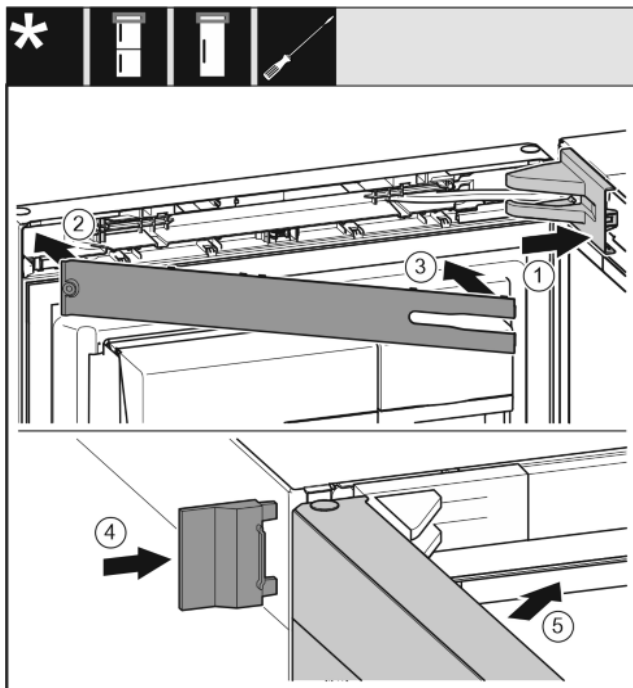

Fig. 40
- ▶ Założyć osłonę płytki zawiasu i zazębnić, ew. ostrożnie odsunąć. Fig. 40 (1)
- ▶ Założyć zaślepkę. Fig. 40 (2)
- ▶ Przechylić i zazębnić zaślepkę. Fig. 40 (3)
- ▶ Wsunąć zewnętrzną osłonę. Fig. 40 (4)
- ▶ Zamknąć górne drzwi. Fig. 40 (5)